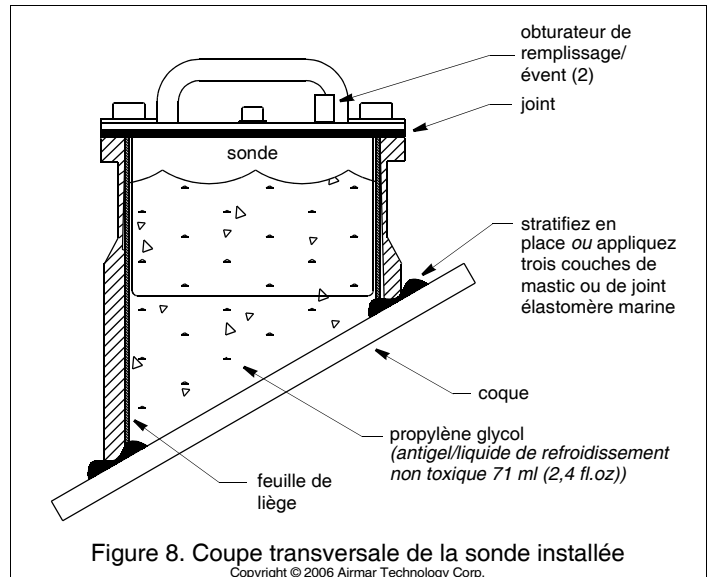

Figure 8. Coupe transversale de la sonde installée
3. Utilisez un matériau de collage agréé (voir Outillage et accessoires de pose en page 1). Stratifiez la cuve contre la coque avec de la résine et du tissu de fibre de verre selon une technique standard. Autre méthode, appliquez une bonne couche de mastic ou de joint élastomère marine contre le bord inférieur de la cuve en respectant les instructions du fabricant (voir Figure 8). Appliquez fermement la cuve en place. Appliquez un deuxième ruban de mastic ou de joint élastomère autour du bord intérieur du fond de la cuve, et un troisième autour du bord extérieur du fond de la cuve.
1. Insérez la feuille de liège dans la cuve une fois que le collage a fini de polymériser (voir Figure 8). Joignez les bords de la feuille de liège au milieu du côté le plus haut de la cuve. Un espace peut exister entre les deux bords, ce qui n'affecte en rien les performances du sondeur.